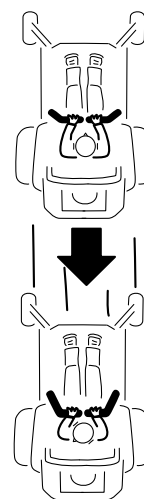

Bild 17
2. Ziehen Sie zum Rückwärtsfahren die Fahrtriabshebel langsam nach hinten (Bild 17).
Wenden Sie zum Geradeausfahren auf beide Fahrtriabshebel denselben Druck an (Bild 17).